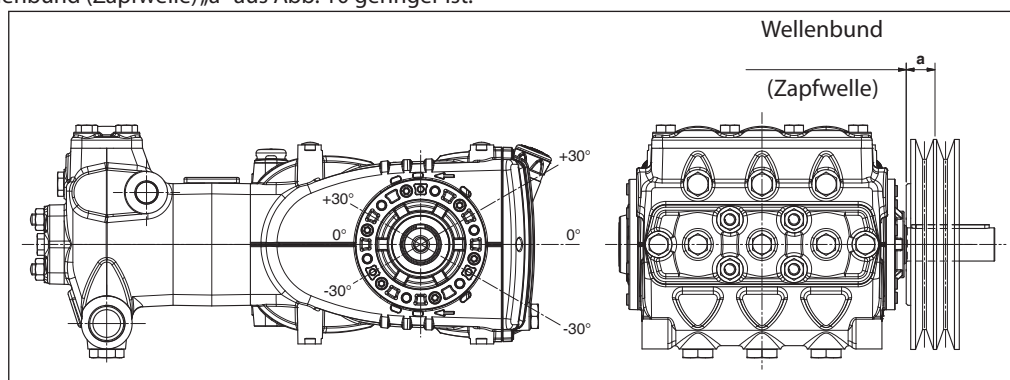

Abb. 10
Der Antrieb gilt als richtig bemessen, wenn die Belastung bei einem maximalen Abstand $a=30$ mm vom Wellenbund (Zapfwelle) angewandt wird, siehe Abb. 10.
- b) Verwenden Sie Hochleistungsriemen - zum Beispiel **XPB** statt **SPB** - da hierbei weniger Riemen bei gleicher Leistungsübertragung benötigt werden und der Abstand zum Wellenbund (Zapfwelle) „a“ aus Abb. 10 geringer ist.